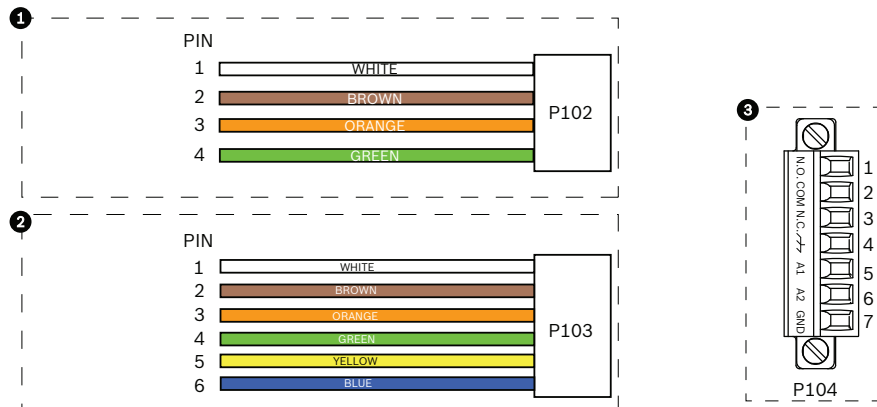

Figura 2.3 Conectores de alarma y relé
- Si va a conectar alarmas y relés supervisados, acople el conector de relé de 7 patillas (incluido) a los cables entrantes apropiados. Consulte *Figura 2.3, Página 18* anteriormente para conocer las conexiones de cable. Consulte *Sección 6 Conexiones de alarmas y relés, Página 65* para obtener más información sobre el cableado de las alarmas y los relés.